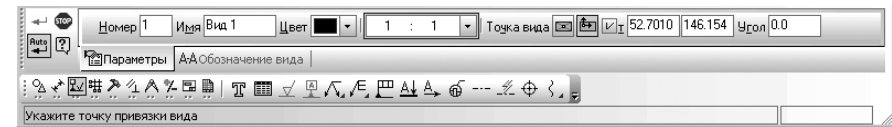

Рис. 4.122. Панель свойств: Новый вид, Компактная панель и Строка сообщений
- щелкните в главном меню по пункту **Вставка**, а затем в выпадающем меню по пункту **Вид** или щелкните в **Компактной панели** по кнопке переключателя **Ассоциативные вида**, а затем в появившейся панели по кнопке **Создать новый вид**. В обоих случаях появится **Панель свойств: Новый вид** (рис. 4.122);
**Панель свойств: Новый вид** (см. рис. 4.122) включает ряд полей и кнопок, позволяющих настроить параметры нового вида.
- щелкните в контекстном меню по пункту **Параметры вида**. Появится **Панель свойств: Новый вид** (см. рис. 4.122), в которой можно изменять параметры;